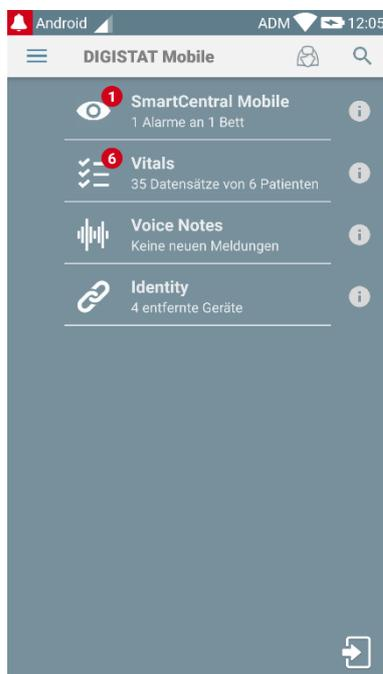
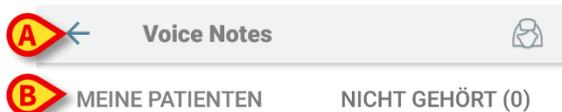

Abb. 102
Abb. 108
- berühren Sie die entsprechende Zeile auf dem Bildschirm des Handgerätes (Abb. 102).
Die Abb. 108 zeigt die Kopfzeile der Bildschirmseite mit der Patientenliste.
Berühren Sie den in Abb. 108 **A** gezeigten Pfeil nach links, um das Modul zu verlassen und die Bildschirmseite des Handgerätes (Abb. 102) anzuzeigen. Verwenden Sie den in Abb. 108 **B** angegebenen Filter, um entweder alle auf dem Handgerät konfigurierten Patienten () oder nur die Patienten anzuzeigen, zu denen ungehörte Sprach-Nachrichten (**Nicht Gehört**) für den derzeit angemeldeten Benutzer vorhanden sind.